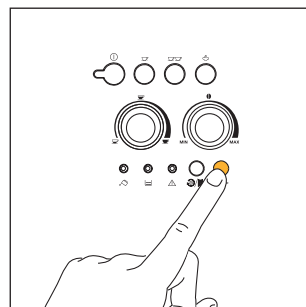

Fig. 18
1. Tryck på knappen  för färdigmalet kaffe (fig. 18). Kontrolllampan i knappen tänds för att visa att denna funktion har valts och att kaffekvarnen är bortkopplad.